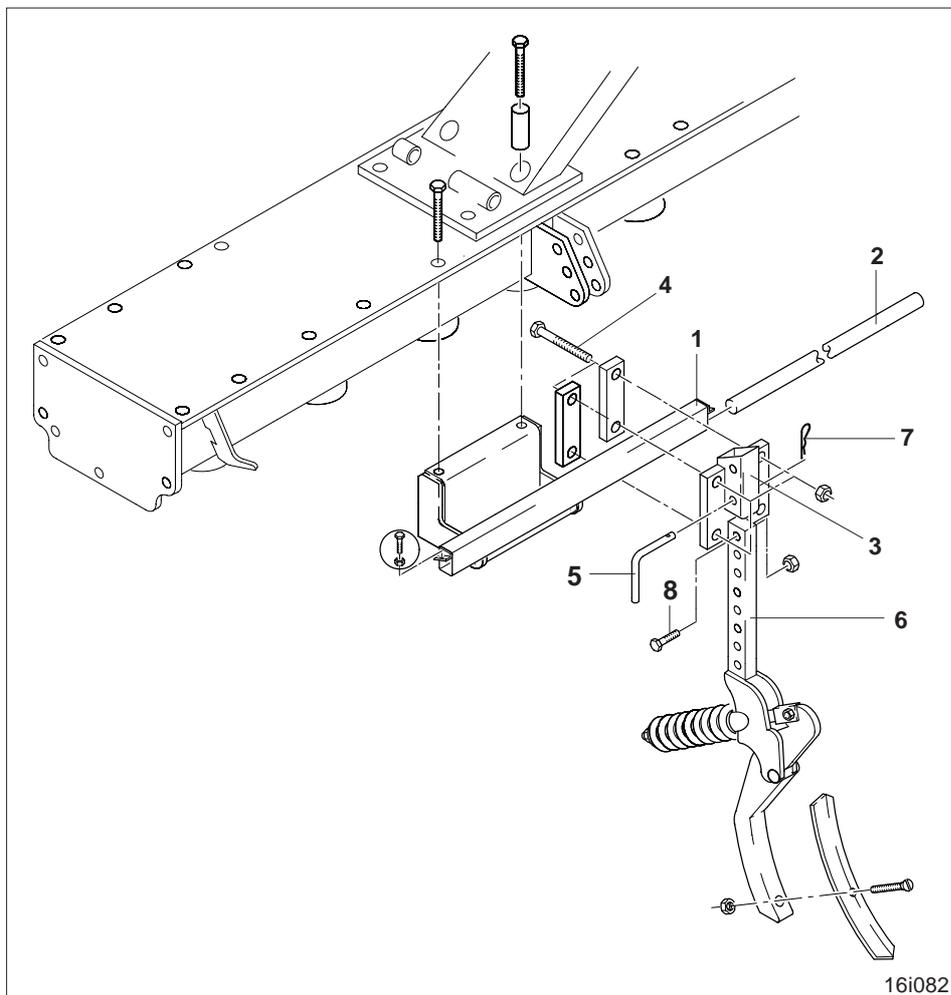
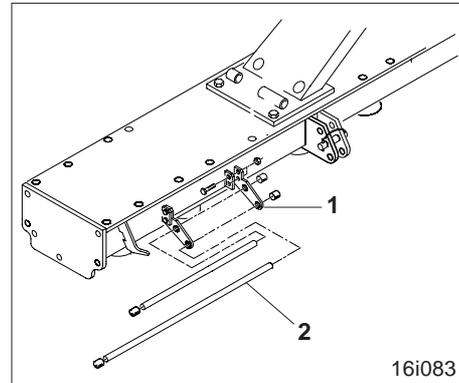
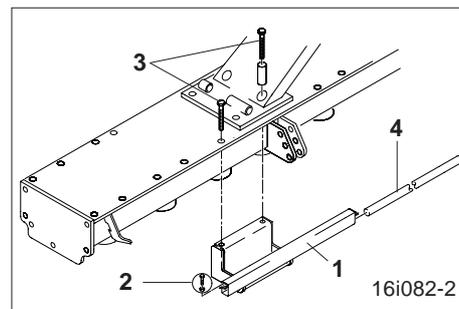

Fig. 15.1
Fig. 15.2
Fig. 15.3
Pour retirer les effaceurs de trace, il faut que les tubes supports (fig. 15.1/1) et le tube de protection (fig. 15.1/2) restent fixés à l'outil de préparation de sol ou bien que l'outil de préparation soit équipé avec des barres de sécurité (fig. 15.2) !
La présence de cette vis (fig. 15.1/8) empêche l'effaceur de se déloger de sa fixation (fig. 15.1/3) et de tomber sur le sol dans le cas où l'axe (fig. 15.1/5) venait à se déloger.
Avant de reposer l'outil de préparation de sol sur le sol, fixez les effaceurs de trace (fig. 15.1/6) tout en haut de leur support (fig. 15.1/3), pour éviter tout risque de dommage aux effaceurs.
À la livraison, l'outil de préparation de sol est fourni avec deux effaceurs de trace de roue (fig. 15.1) fixés à son bâti.
- Faites glisser le support (fig. 15.1/3) sur le tube support (fig. 15.1/1) jusqu'à la position convenable (au-dessus de la trace de roue du tracteur). Desserrez au préalable les vis 6 pans (fig. 15.1/4) puis resserrez-les ensuite à fond.
- La profondeur de travail des effaceurs de trace est réglable. Pour ce faire, introduisez l'axe (fig. 15.1/5) dans le perçage convenable du support (fig. 15.1/3) et glissez le soc effaceur de trace (fig. 15.1/6) dans son logement et verrouillez à l'aide d'une goupille Beta (fig. 15.1/7).
Démontez les barres de sécurité (fig. 15.2) fixées à l'outil de préparation de sol dans la zone des roues du tracteur.
Retirez les supports (fig. 15.2/1) des barres de sécurité (fig. 15.2/2) et glissez la barre (fig. 15.3/4) dans le tube support (fig. 15.3/1) et fixez provisoirement dans un premier temps à l'aide de deux vis 6 pans (fig. 15.3/2).
L'illustration ci-contre montre le mode de fixation du tube support côté droit (fig. 15.3/1) - vu dans le sens d'avancement.
Chaque tube support (fig. 15.3/1) doit être fixé à l'outil de préparation de sol par deux vis de couvercle (fig. 15.3/3). Remplacez au préalable les vis de couvercle (fig. 15.3/3) fournies d'origine par des vis 6 pans plus longues.
Pour assurer la protection à l'encontre des dents en rotation, les barres de sécurité (fig. 15.3/4) doivent être convenablement mises en place dans les tubes supports (fig. 15.3/1) et bloquées respectivement en position à l'aide de deux vis 6 pans (fig. 15.3/2).
Fixez les effaceurs de trace (fig. 15.1/6) au support (fig. 15.1/3) en procédant comme indiqué au chap. 15.1.